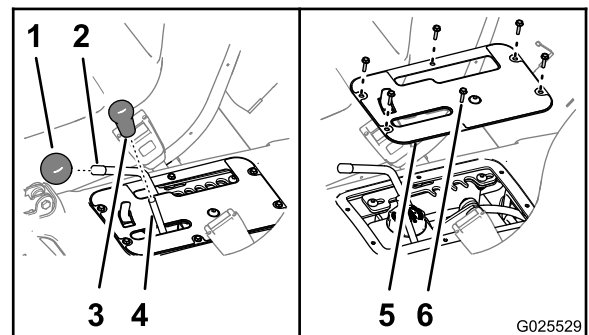

Figure 68
- Enlevez le pommeau du levier de commande hydraulique et du sélecteur de gamme (Figure 68).
- Retirez les 6 vis embase hexagonale qui fixent la plaque de protection de commande à la base du siège, et déposez la plaque de protection (Figure 68).
6. Alignez les trous de la plaque de protection sur ceux de la base du siège (Figure 68).
7. Fixez la plaque à la base au moyen des 6 vis à embase hexagonale (Figure 68) que vous avez retirées à l'opération 2.
8. Vissez les pommeaux sur la tige du levier de commande hydraulique et du sélecteur de gamme (Figure 68).
2. Enlevez le pommeau du levier de commande hydraulique et du sélecteur de gamme (Figure 68).
3. Retirez les 6 vis à embase hexagonale qui fixent la plaque de protection de commande à la base du siège, et déposez la plaque de protection (Figure 68).
9. Alignez les trous de la plaque de protection sur ceux de la base du siège (Figure 68).
10. Fixez la plaque à la base au moyen des 6 vis à embase hexagonale (Figure 68) que vous avez retirées à l'opération 3.
11. Vissez les pommeaux sur la tige du levier de commande hydraulique et du sélecteur de gamme (Figure 68).